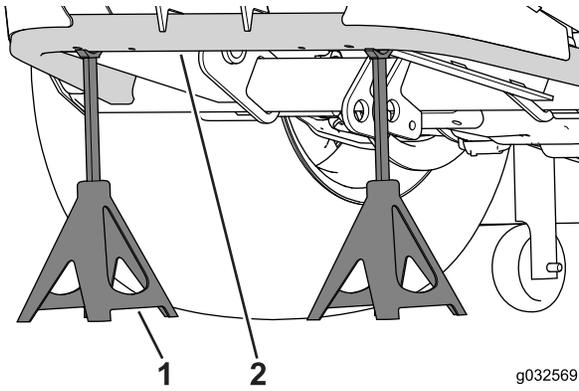

Figura 76
- Utilizzate un martinetto per sollevare le ruote posteriori da terra e sostenete il telaio con cavalletti metallici (Figura 76).